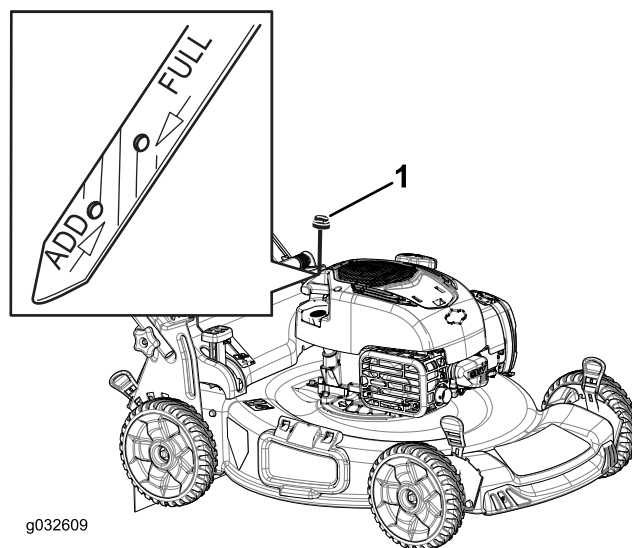

Рисунок 33
- Извлеките масломерный щуп (Рисунок 33).
10. Определите уровень масла по отметкам на щупе (Рисунок 33).